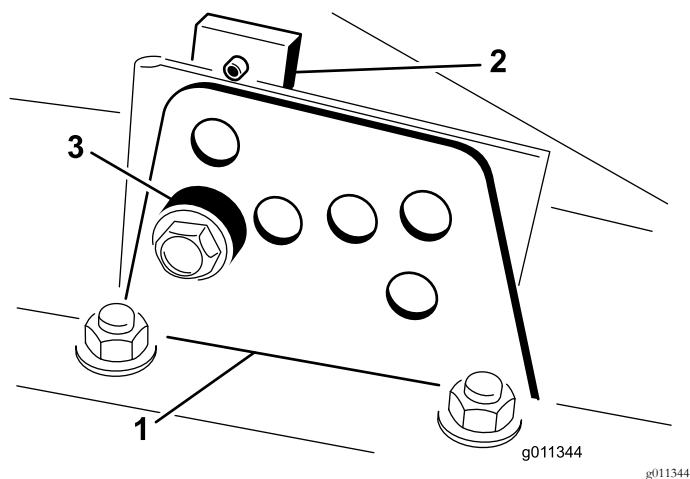

Figure 20
2. Desserrez le boulon qui fixe le support de hauteur de coupe à la plaque de hauteur de coupe (à l'avant et de chaque côté), comme montré à la Figure 20.
4. Tout en soutenant la chambre, déposez l'entretoise (Figure 20).